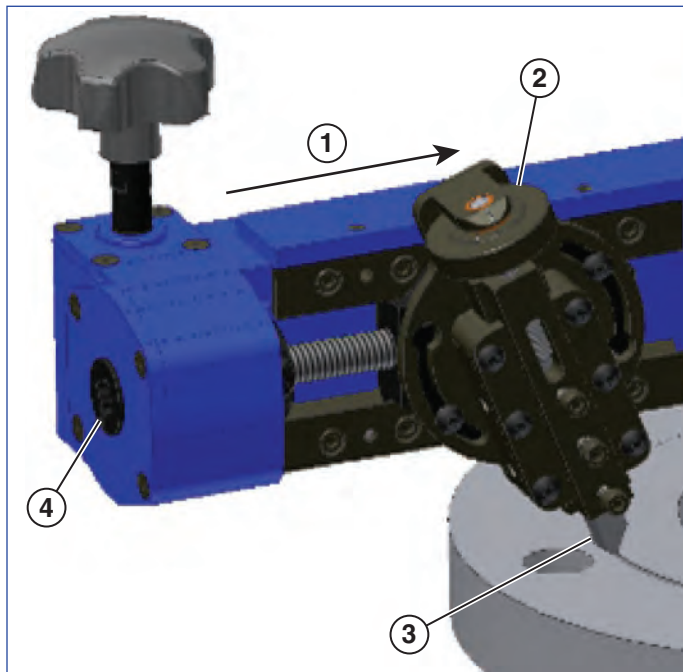

Figure 12
3. Insérer une clé à cliquet à l'extrémité de la vis d'avance. Utiliser la poignée de réglage de profondeur et la clé à cliquet pour positionner l'outil rapporté légèrement au-dessus de la pièce à travailler (voir figure 12).